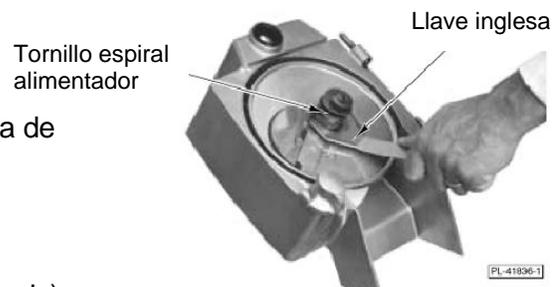

Fig. 5
4. Quite el tornillo espiral alimentador girándolo de izquierda a derecha con la llave inglesa (Fig. 5).